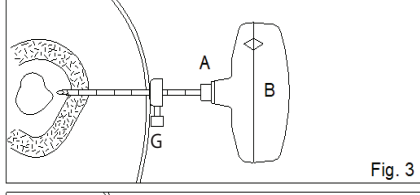

Fig. 3
FIG. 3 En exerçant des mouvements rotatifs prudents, mais fermes, faire pivoter la canule coupante et le stylet (A+B) dans le sens horaire jusqu'à ce que la jauge de profondeur (G) atteigne la peau et/ou la position souhaitée.